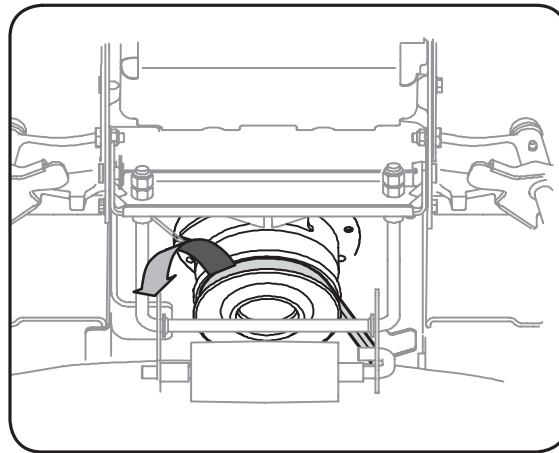

Figure 6-10
- Dégagez la courroie du plateau de coupe de toutes les poulies, y compris des poulies de tension du plateau de coupe et de l'embrayage de la prise de force électrique (le cas échéant). Voir la Figure 6-10.